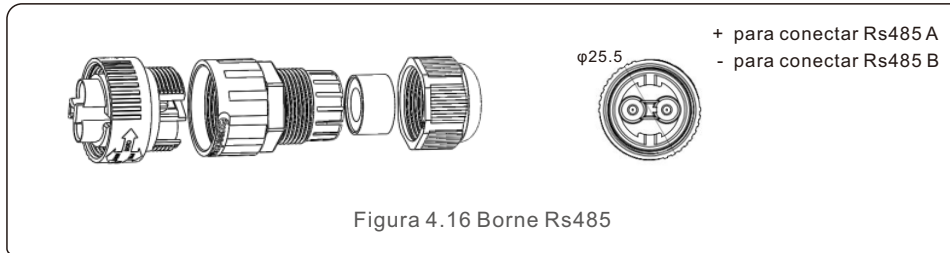

Figura 4.16 Borne Rs485
- a. Consulte la figura 4.16: los bornes RS485 para el inversor y el EPM ya están montados.
- b. Consulte la figura 4.16, conecte el cable de comunicación entre el inversor y el EPM y, a continuación, mida la distancia entre el EPM y el inversor. Utilice un cable adecuado para la conexión de RS485 (0,5 mm2).